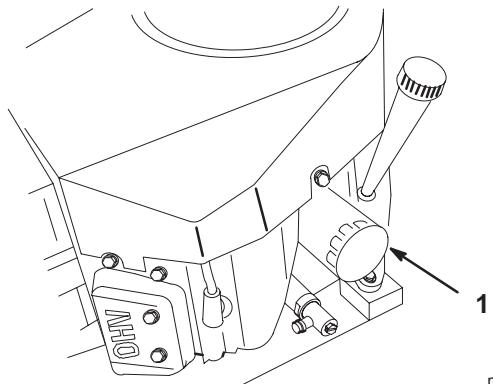

Bild 29
2. Entfernen Sie den alten Motorölfilter (Bild 29).
4. Drehen Sie den Austauschfilter auf den Anbaustutzen auf. Drehen Sie den Ölfilter im Uhrzeigersinn, bis die Gummidichtung den Anbaustutzen berührt. Ziehen Sie den Filter dann um eine weitere 3/4 Umdrehung fester (Bild 29).